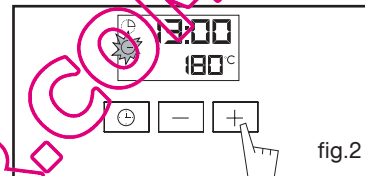

fig.2
La visualización parpadea a 0,00 h para indicar que es posible realizar el ajuste (fig.2).
Ejemplo: fin de cocción a las 13h (fig.2).
- Ajuste el tiempo elegido pulsando los mandos + o - (fig.2).